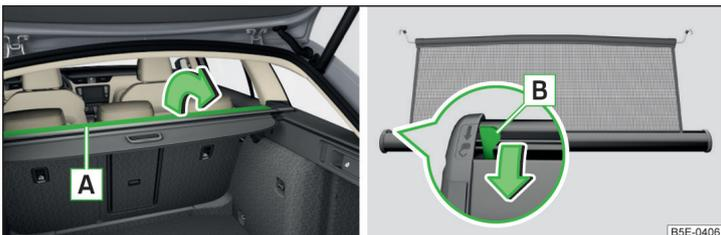

Abb. 129 Teil der aufrollbaren Gepäckraumabdeckung aufklappen / Entriegelungshebel
- › Den Teil **A** der aufrollbaren Gepäckraumabdeckung in Pfeilrichtung aufklappen » Abb. 129.
- › Den Teil **A** der aufrollbaren Gepäckraumabdeckung entgegen der Pfeilrichtung zurückklappen » Abb. 129.
Sollte die Netztrennwand beim Herausziehen blockieren, dann den Entriegelungshebel **B** in Pfeilrichtung drücken » Abb. 129.